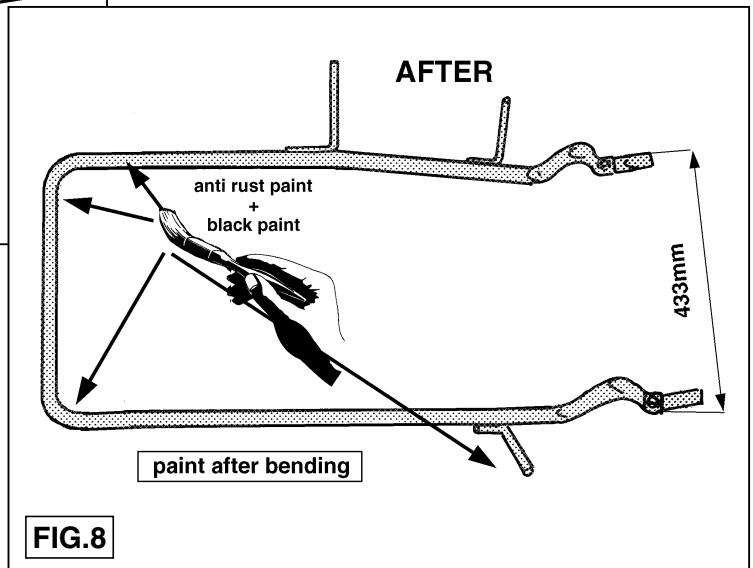
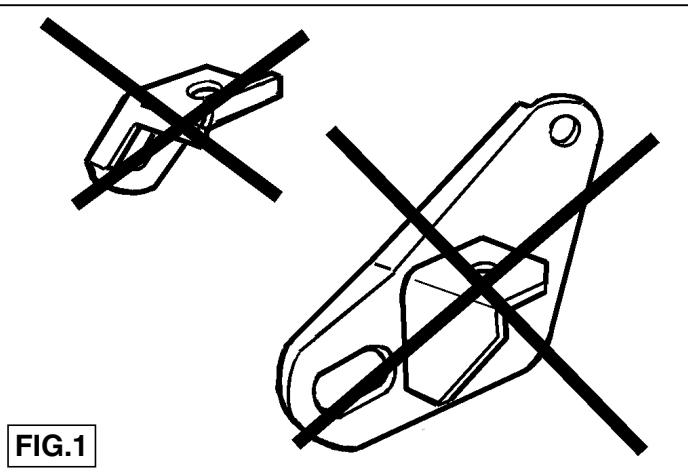
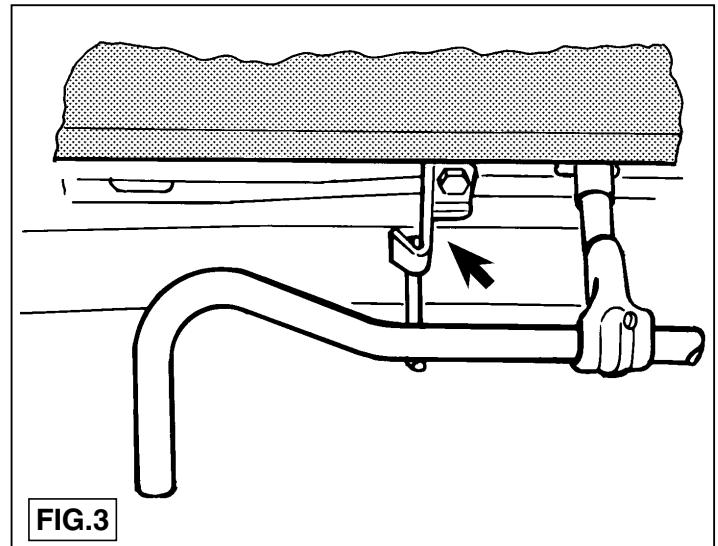
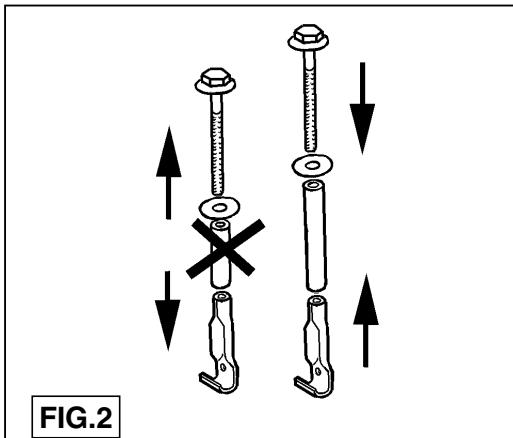

FIG.8
FIG.1
FIG.3
FIG.2
- Verwijder het reservewiel alsmede de beide transportogen overeenkomstig fig.1 welke zich aan de linker- en rechterzijde op het chassis bevinden. Verwijder de reservewielklem afgebeeld in fig.2 en indien geplaatst, de veiligheidshouder overeenkomstig fig.3. De verwijderde bouten komen te vervallen. Verwijder de reservewiel-ophangbeugel. Maak de in fig.5 aangegeven zettingen overeenkomstig fig.5 t/m fig.8 ongedaan.
de trekhaak meegeleverde afstandsbus. Zie ook fig.2. Herplaats de reservewielbeugel en klem d.m.v. de meegeleverde M12x1.5x140 bout. Afhankelijk van de bandenmaat/-merk volstaat het eventueel de originele bouten M12x1.5x120 te monteren. Breng het reservewiel aan. Indien een veiligheidshouder was geplaatst, dient men deze met tussenplaatsing van de reservewiel-afstandsbus afgebeeld in fig.9 en één bout M8x50 inclusief veerring te herplaatsen.
4. Replace the original spare wheel clamp distance piece with the distance piece supplied with the towbar. See also Figure 2. Replace the spare wheel bracket and clamp with the M12 x 1.5 x 140 bolt supplied. Depend on the size and brand of the tyres, the original M12x1.5x120
1. Remove spare wheel and the transport eyes on the left and right of the chassis, as shown in Figure 1. Remove the spare wheel clamp, shown in Figure 2, and fit the safety holder as shown in Figure 3. The bolts removed will not be used again. Remove the spare wheel support
1. Gemäß Fig. 1 das Ersatzrad sowie die beiden Transportösen, die sich am linken und rechten Fahrgestell befinden, entfernen. Die in Fig. 2 abgebildete Ersatzradklemme und, wenn vorhanden, die Sicherheitshalterung gemäß Fig. 3 entfernen. Die abmontierten Schrauben werden nicht mehr benötigt. Den Ersatzrad-Aufhängungsbügel entfernen. Die in Fig. 5 angegebenen Einstellungen gemäß Fig. 5 bis Fig. 8 recht machen.
4. Die Original-Distanzhülse der Ersatzradklemme durch die mit der Kupplungskugel mit Halterung mitgelieferte Distanzhülse ersetzen. Siehe auch Fig. 2. Ersatzradbügel und -klemme mit der mitgelieferten M12x1.5x140-Schraube wieder anbringen. Je nach Reifengröße/-marke reicht es eventuell aus, die Originalschraube (M12x1.5x120) anzubringen. Das Ersatzrad befestigen. Wenn die Sicherheitshalterung vorhanden war, diese durch Einfügen der Ersatzrad-Distanzhülse (siehe Fig. 9) und mit einer M8x50-Schraube inklusive Federring wieder anbringen.
4. Echanger l'entretoise d'origine de l'attache de la roue de secours contre l'entretoise fournie avec l'attache-remorque. Voir également la fig. 2.
4. Cambiar el tubo distanciador original de la rueda de repuesto por el tubo distanciador suministrado con el gancho de remolque. Véase también la fig. 2. Volver a colocar la abrazadera de la rueda de repuesto y sujetadora por medio del tornillo suministrado M12x1.5x140. Segun la marca y dimensión del neumático basada en la tabla de repuestos de la rueda de la rueda de repuesto. Si estuviera colocado un soporte de seguridad, es preciso recolocarlo interponiendo el tubo distanciador de la rueda de repuesto entre el tubo distanciador y el soporte de seguridad.
1. Héter la roue de secours contournement à la fig. 1 ainsi que les deux anneaux de transport qui se trouvent à gauche et à droite du châssis.
1. Retirar la rueda de repuesto asi como ambos anillos de transpotre de acuerdo con la fig. 1, los que se encuentran en el lado izquierdo y dere- cho en el chasis. Retirar la sujetadora de la rueda de repuesto listrada en la fig. 2 si es esta colocado, el soporte de seguridad de acuerdo con la fig. 3. Los tornillos retiraos quedan anulados. Retirar la abrazadera de suspension de la rueda de repuesto. Anular las fijaciones indicadas en la fig. 5 de acuerdo con las figuras 5 a 8.
- Avlägsna reservhjulet och de båda transportöglorna som befinner sig på chassits högra och vänstra sida, se fig.1. Avlägsna reservhjulsklämmen som visas i fig.2 och, om monterad, skyddshållaren enligt fig.3. De avlägsnade skruvarna förfaller. Avlägsna reservhjulets upphängningsbygel. Upphäv inställningarna som visas i fig.5 enligt fig.5 tom fig.8.
- Byt ut reservhjulsklämmans befintliga avståndsbussning mot avståndsbussningen som bifogas med dragkroken. Se även fig.2. Sätt tillbaka reservhjulsbygeln och klämman med den bifogade skruven
- Fjern reservehjulet samt - ifølge fig. 1 - de to transportøjne, der befinder sig på den venstre og højre side af chassiset. Fjern klemmen til reservhjulet (illustreret i fig. 2) og - ifald den er til stede - sikkerhedsholderen ifølge fig. 3. De løsne bolte anvendes ikke mere. Fjern ophængningsbøjlen til reservehjulet. Annuler de i fig. 5 markerede montagepunkter ifølge fig. 5 t/m fig. 8.
- Skift det originale afstandsrør til reservehjulsklemmen ud med det ved anhængertrækket vedlagte afstandsrør. Jævnfør også fig. 2. Sæt reservhjulsbøjlen og klemmen fast igen med den vedlagte M12x1.5x140 bolt. Afhængig af dækstørrelse/mærke er det tilstrækkeligt at montere